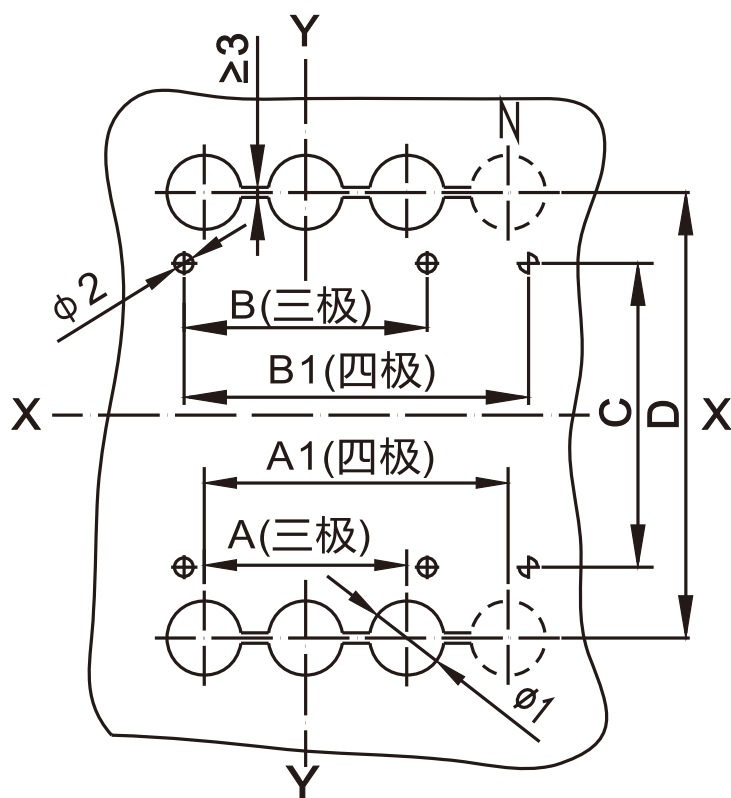

图6 板后接线安装板开孔尺寸(单位:mm)
(4) 板后接线安装板开孔尺寸见图6、表12 (X-X、Y-Y为断路器中心)